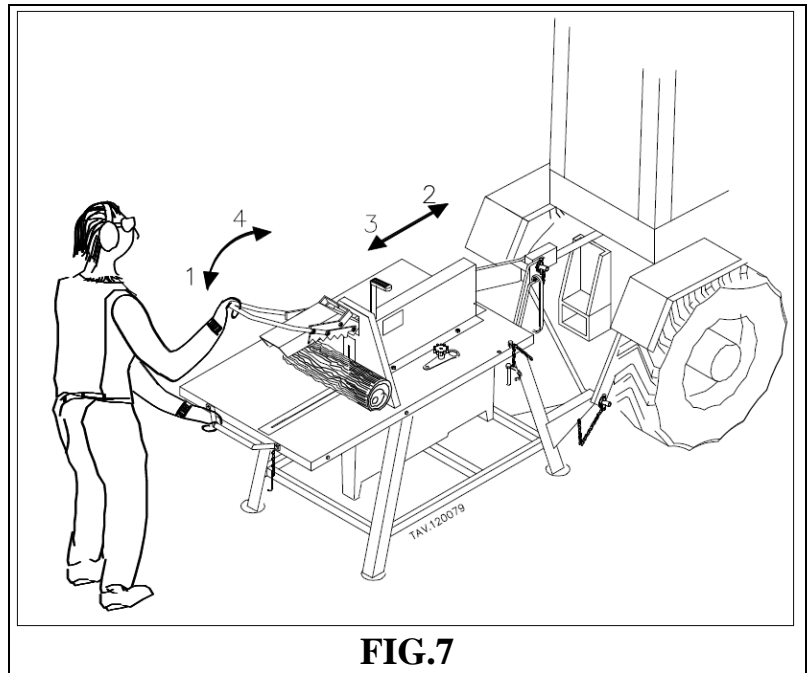

FIG.7
3. L'operatore, dotato di guanti, otoprotettivi, occhiali di protezione e mascherina, aziona l'impugnatura delle griffe (pos.53) con una mano mentre con l'altra, appoggiata sulla maniglia (Pos.10) aiuta il movimento traslatorio dello scorrevole (vedi fig.7).